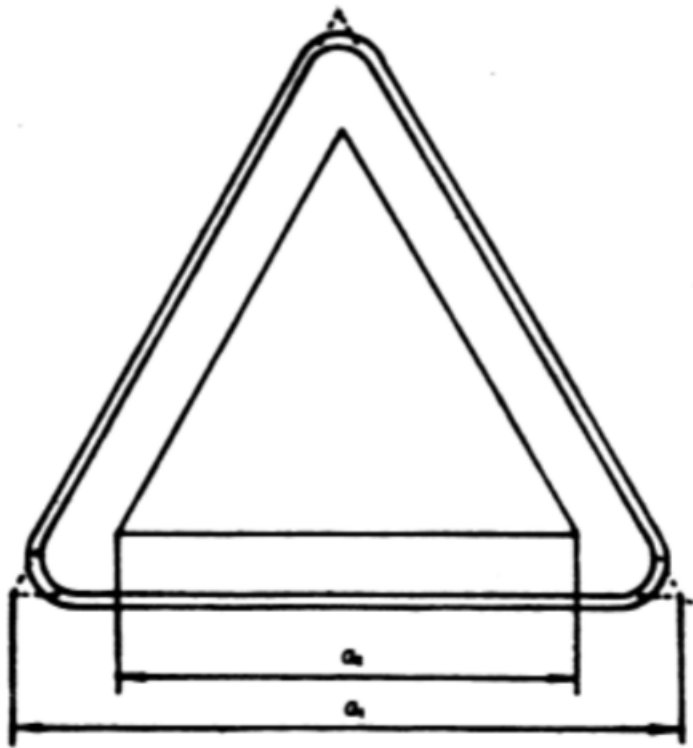

图 2 警告标志的基本型式
4.2.2 警告标志的基本型式是正三角形边框，如图 2 所示。